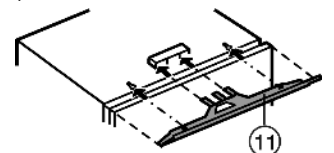

Fig. 9
- ▶ Udligningsblenden Fig. 9 (11) monteres midt på apparatet: Skub den ind i notten og hæng den ind i nøglehullerne.